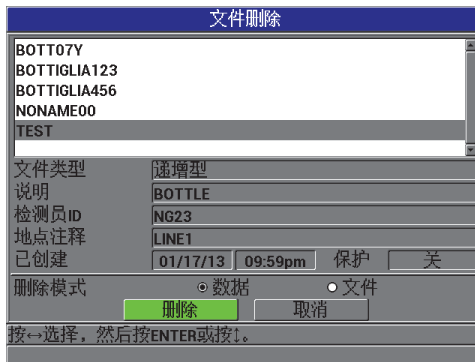

图 7-12 文件删除屏幕
2. 在文件删除屏幕中（参见第 116 页的图 7-12），从列表中选择要删除的文件。